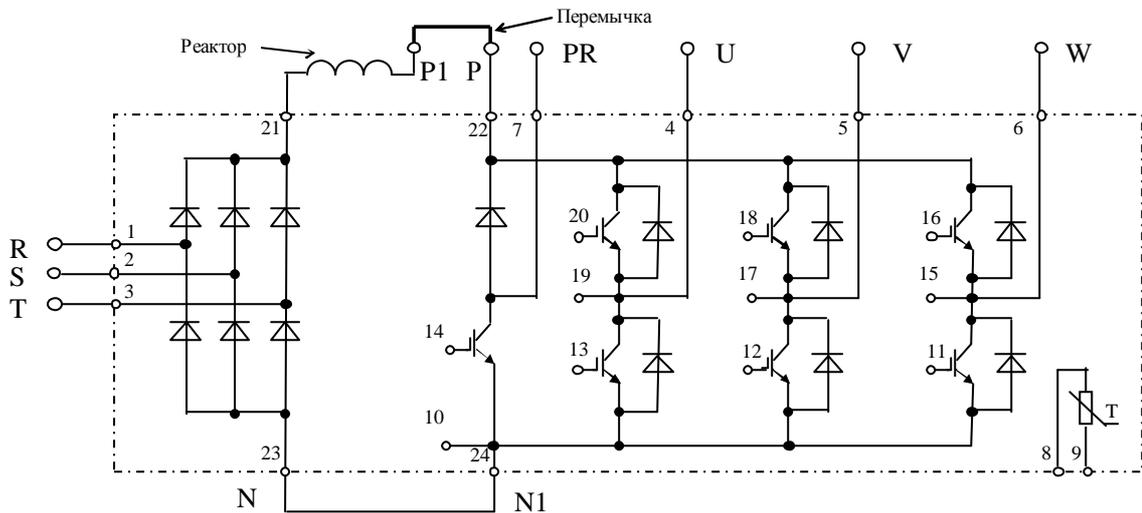

Рис. 4.4. Принципиальная схема матрицы IGBT 7MBR50SB120 и FP75R12KE3
- 4.7.2. Электрическая принципиальная схема матриц 7MBR50SB120 и FP75R12KE3 приведена на рис.4.4 (на схеме также показаны внешние силовые клеммы ПЧ).